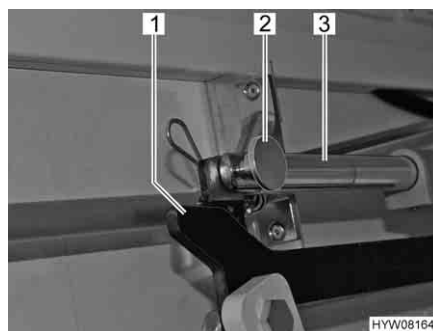

Fig. 58 Azionamento
- Rimuovere il collegamento (p. es. copiglia e bullone) (Fig. 58,2) tra la biella (Fig. 58,3) e la leva (Fig. 58,1).